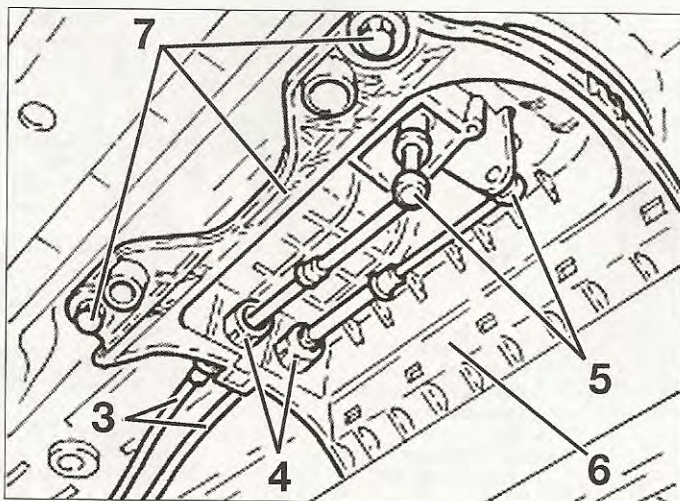

fig. 17
- Desconectar las rótulas (5) de los cables de mando y de selección del mecanismo de palanca de velocidades (fig. 17).
- Comprimir los enganches (4) de los frenos de cables sobre el soporte del mecanismo (6) de palanca de velocidades (fig. 17).
- Retirar los cables (3) de mandos y de selección del soporte del mecanismo de palanca de velocidades.
- Desmontar los tornillos (7) de fijación del soporte de mecanismo de la palanca de velocidades.
- Comprimir los enganches (4) de los frenos de cables en el soporte del mecanismo (6) de palanca de velocidades.